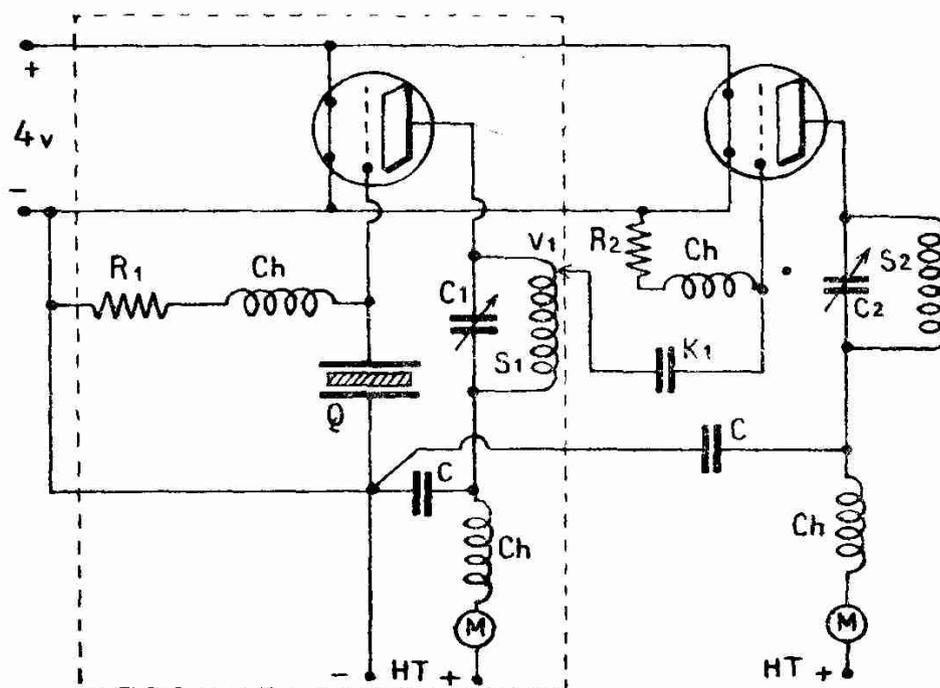

Fig 6
b) RÉALISATION. — L'étage doubleur qui suit l'oscillateur est représenté sur la fig. 6 avec, encadré en pointillé, l'oscillateur.